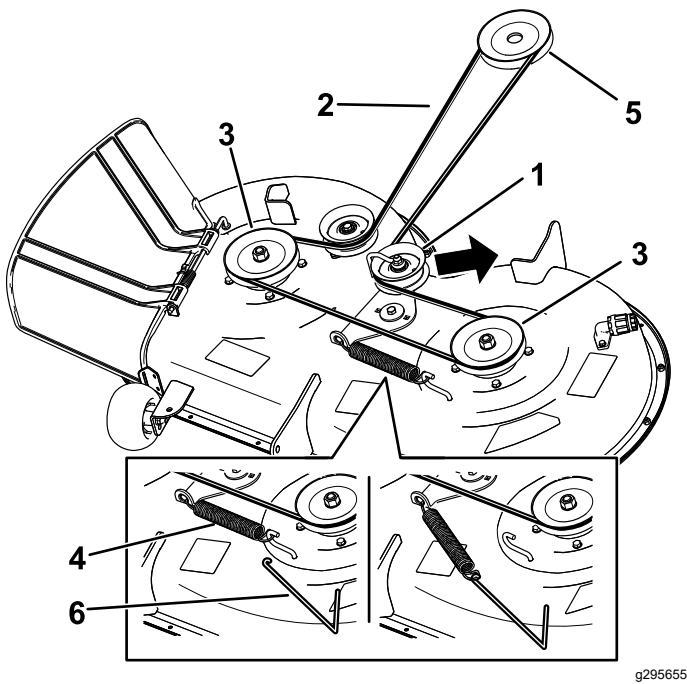

Figure 49
6. À l'aide d'un outil de dépose de ressort (réf. Toro 92-5771), décrochez le ressort du crochet sur le tablier pour détendre la poulie de tension et déchaussez la courroie des poulies (Figure 49).
7. Acheminez la courroie neuve autour de la poulie du moteur et des poulies du tablier de coupe (Figure 49).
8. À l'aide d'un outil de dépose de ressort (réf. Toro 92-5771), accrochez le ressort au crochet situé sur le tablier, afin d'exercer une tension sur la poulie de tension et la courroie du tablier de coupe (Figure 49).